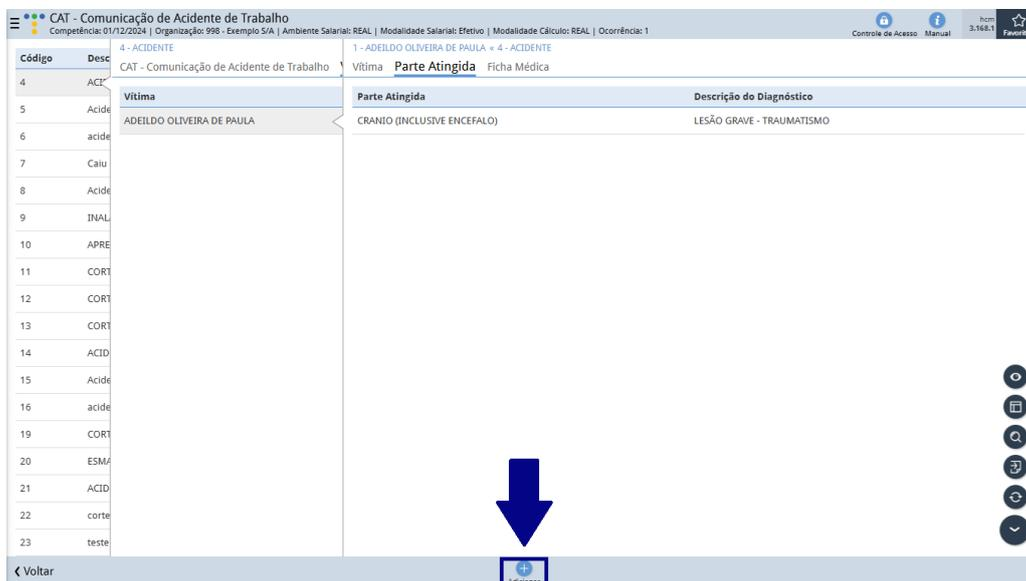

Figura 33: Adicionar
2. Selecione a vítima e clique em **Adicionar** (Figura 33).